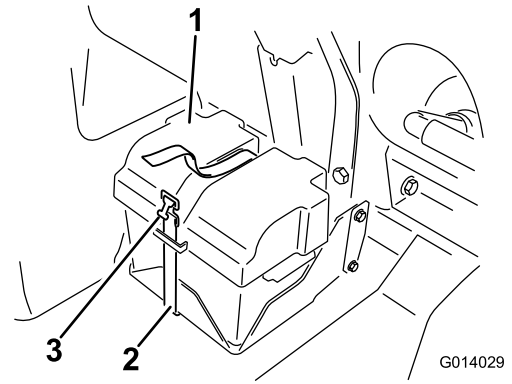
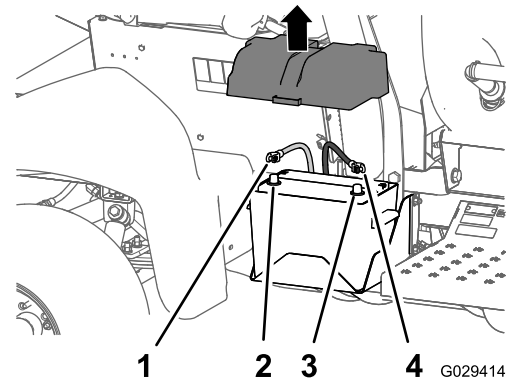

Figure 1
Figure 2
1. Déposez le couvercle de la batterie et débranchez le câble de négatif (noir, masse) de la borne de la batterie (Figure 1 et Figure 2).
2. Débranchez le câble positif (rouge) de la borne de la batterie (Figure 2).